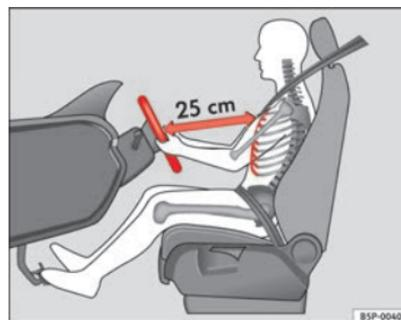

Abb. 138 Die richtige Sitzposition des Fahrers
- Stellen Sie das Lenkrad in die gewünschte Position ein \Rightarrow Abb. 138.
- Stellen Sie den Fahrersitz bzw. das Lenkrad so ein, dass der Abstand zwischen Lenkrad und Brustbein mindestens 25 cm beträgt ⇒ **Abb. 138**. Wenn Sie den Mindestabstand nicht einhalten, kann Sie das Airbag-System nicht schützen – Lebensgefahr!